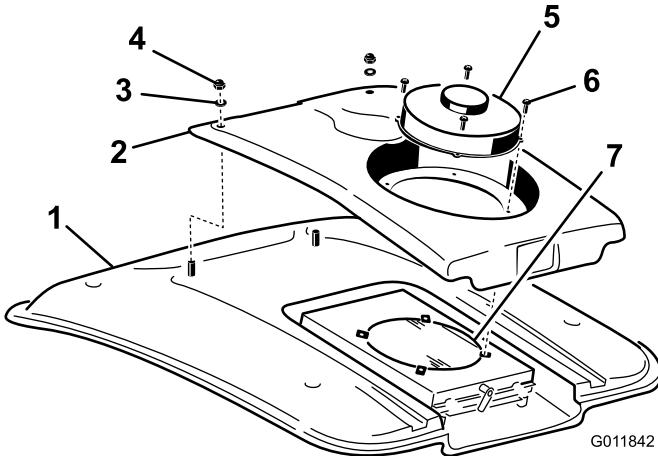

Figura 89
2. Rimuovete le (4) viti che fissano la ventola e il coperchio del condensatore al supporto della ventola (Figura 89).
4. Rimuovete i due dadi e le due rondelle che fissano la parte anteriore del coperchio del condensatore al tetto della cabina (Figura 89).
8. Pulite accuratamente il condensatore dell'aria condizionata con aria compressa (Figura 89).